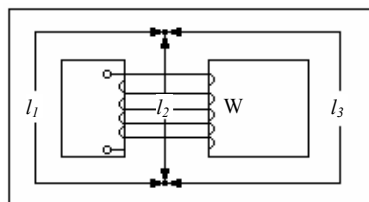

Рис. 4.1
**Исходные данные.** На среднем стержне сердечника, набранного из листовой электротехнической стали, расположена катушка с числом витков  $W$  (рис. 4.1)